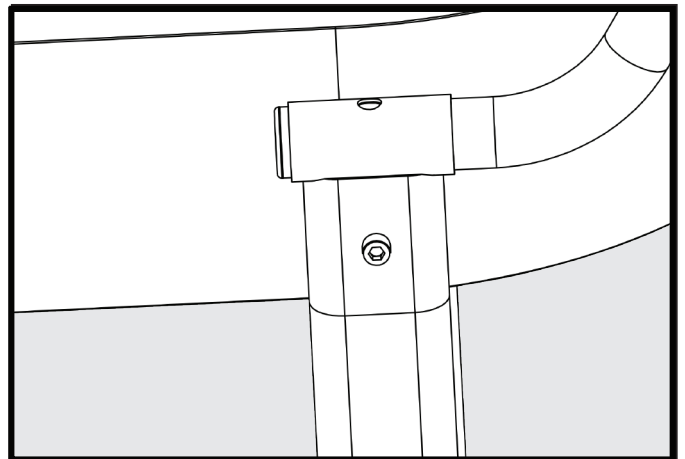

FIGURE 10
- Insérer la poignée dans les deux attaches du boîtier du souffleur (Fig10).